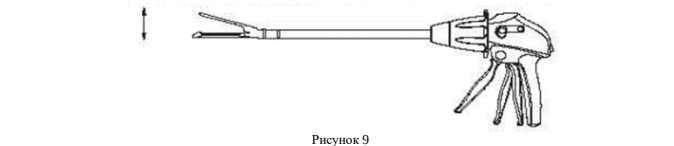

Рисунок 9
5. Нажмите кнопку сброса, откройте бранши и освободите ткани. Снова удерживайте рукоятку блокировки, чтобы закрыть бранши, и извлеките их из троакара (см. рисунок 9).